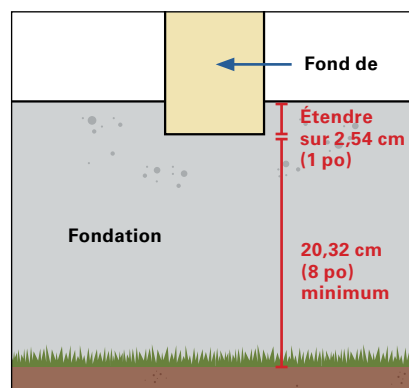

Fig. 5
- Veillez à étendre le fond de clouage afin qu'il chevauche la fondation d'au moins 2,54 cm (1 po) *(Voir la figure 5)*